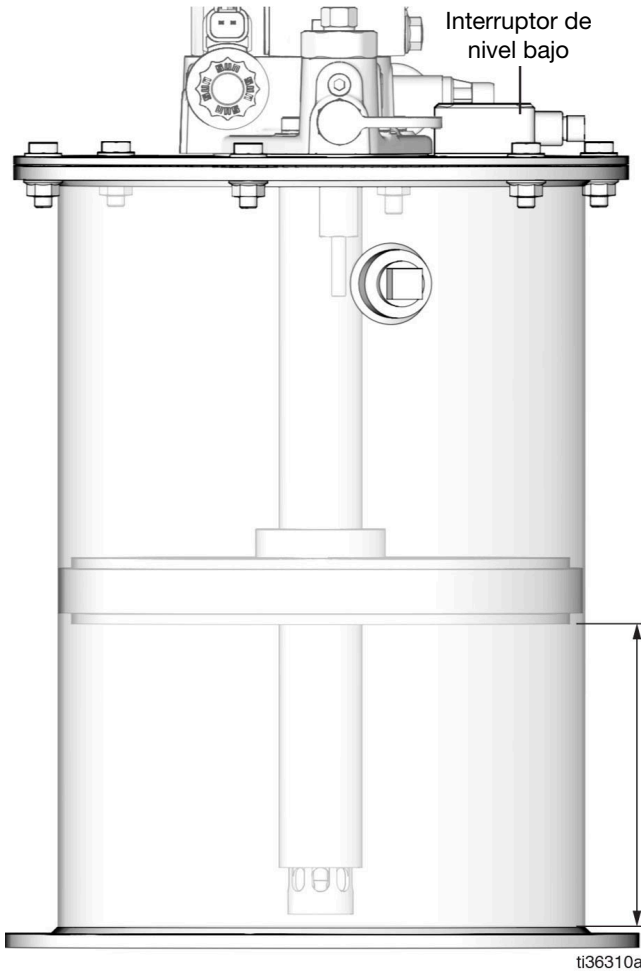

FIG. 20
El interruptor de nivel bajo (S) (FIG. 20) indica un fallo cuando el plato seguidor (Y) llega a la distancia establecida de fábrica respecto al fondo del tanque. El fallo se activa cuando el nivel de grasa que queda es aproximadamente del 10 por ciento.